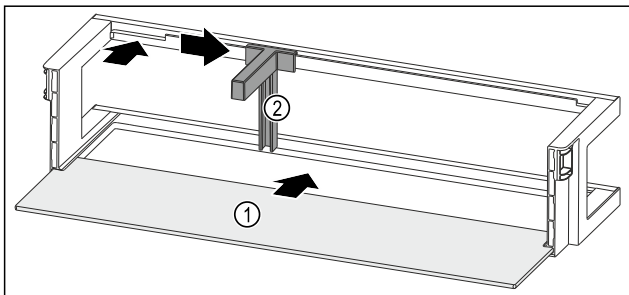

Fig. 136 Ajtópolc tárolólapal
- ▶ Tolja be a tárolólapot Fig. 136 (1) az oldalsó mélyedésbe.
- ▶ Helyezze be a palacktartót Fig. 136 (2) a mélyedésbe.
- ▶ Tolja oldalra a kívánt pozícióba a palacktartót Fig. 136 (2).